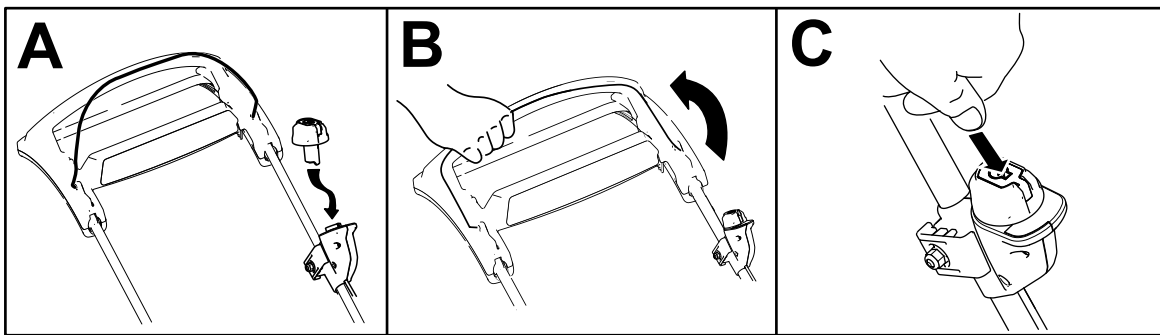

Figure 10
2. Insérez le bouton de démarrage électrique dans le commutateur de démarrage électrique (A de Figure 10).
3. Serrez et maintenez la barre de commande de la lame contre le guidon (B de la Figure 10).
4. Maintenez le bouton de démarrage électrique enfoncé jusqu'à ce que le moteur démarre (C de la Figure 10).